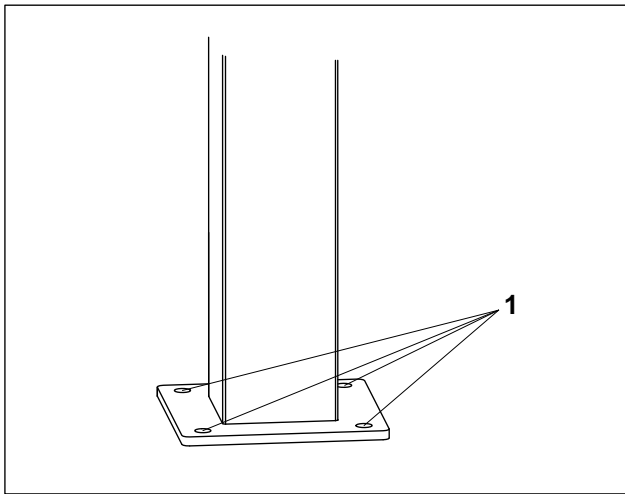

Fig. 4 Placa base de la columna
2. Marcar los cuatro orificios con ayuda de la placa base (fig. 4/1) de la columna sobre el fundamento.